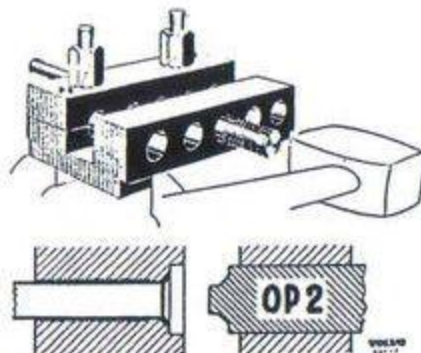

Bild 132. Kragning av bromsledning.
4. Byt ut dornen mot OP 2 (bild 132) och slå in denna i bollen.